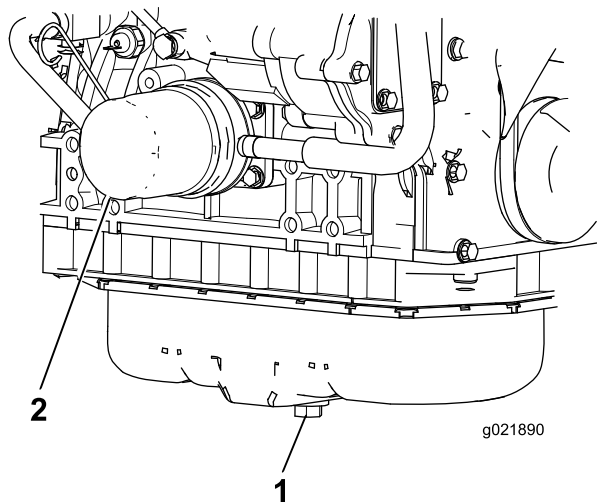

Figura 56
1. Retire el tapón de vaciado del aceite de motor (Figura 56) y deje fluir el aceite a un recipiente apropiado. Una vez que se haya vaciado todo el aceite, coloque el tapón de vaciado.
2. Retire el filtro de aceite (Figura 56). Aplique una capa ligera de aceite limpio al filtro nuevo antes de enroscarlo. **No apriete demasiado.**